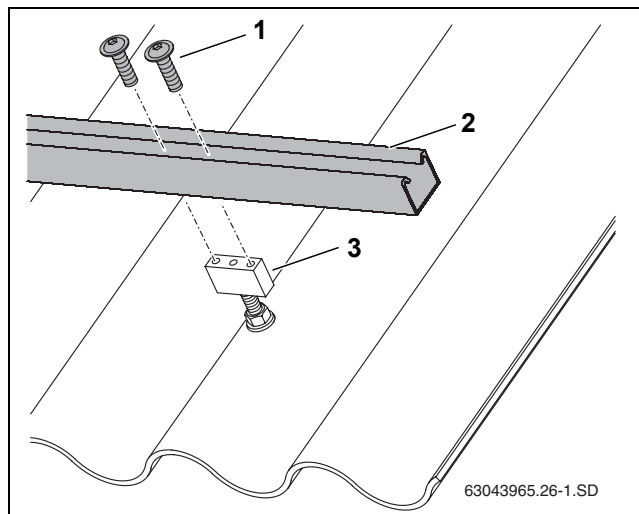

Fig. 24 Fixarea șinei profilate pe capra de susținere
- Fixați șinele de susținere (Fig. 24, [2]) cu câte două șuruburi (Fig. 24, [1]).